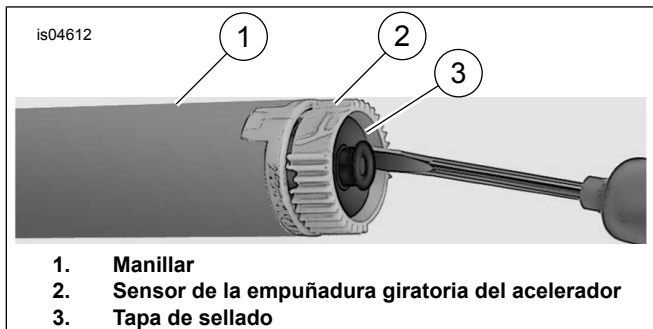

Figura 1. Extracción de la tapa de sellado
- Ver Figura 1 . Inserte un destornillador pequeño u otra herramienta con hoja plana dentro del área plana en un lado de la tapa de sellado.